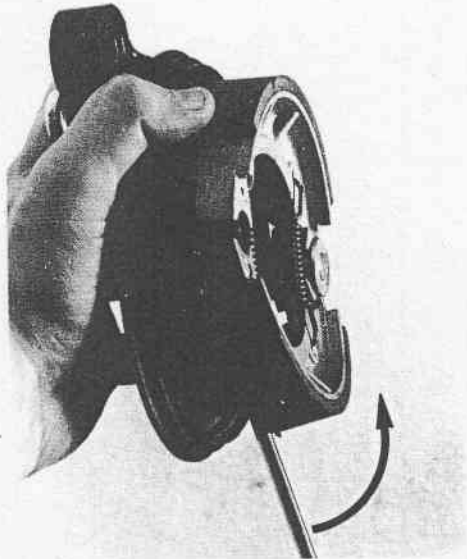

Fig. 28 - Démontage des sabots du frein
- Enfiler un tourne-vis ou un outil similaire sous l'un des sabots et l'utiliser comme un levier (voir Fig. 28) jusqu'à ce que le sabot sorte de son siège.